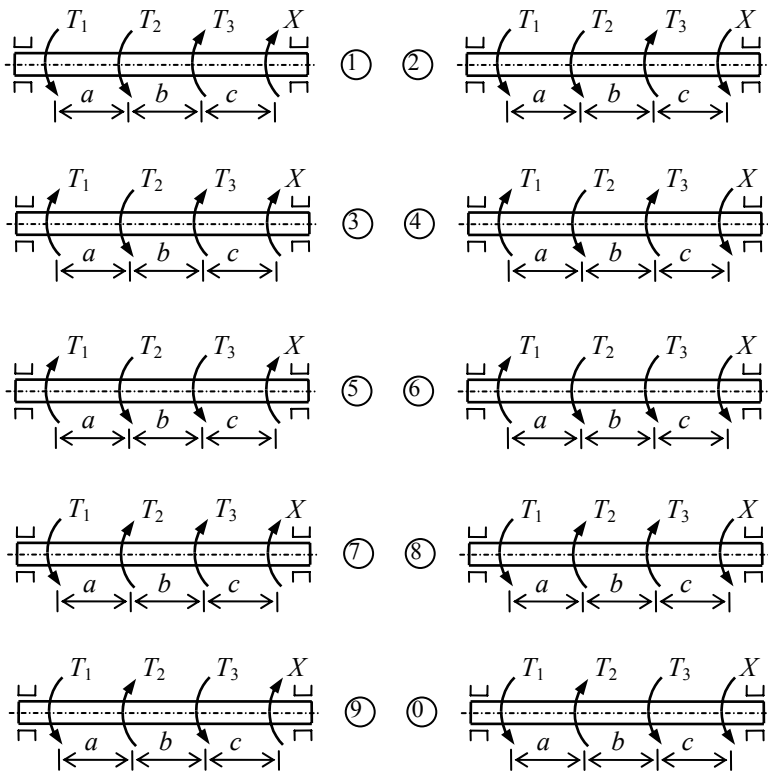

Рис. 3.1
**Задание.** К стальному валу приложены три известных момента:  $T_1, T_2, T_3$  (рис. 3.1). Требуется: 1) из условия равновесия вала найти значение момента  $X$  (сопротивлением опор пренебречь); 2) построить эпюру крутящих моментов; 3) из расчета на прочность определить диаметр вала; 4) из расчета на прочность подобрать вал кольцевого поперечного сечения при заданном отношении внутреннего диаметра  $d$  к наружному  $D$ ; 5) выбрать вал с меньшей площадью поперечного сечения; 6) для выбранного вала построить эпюру углов закручивания, вычислить наибольший относительный угол закручивания  $\theta$  и сравнить его с допускаемым  $[\theta] = 1$  град/м. Данные взять из табл. 3.